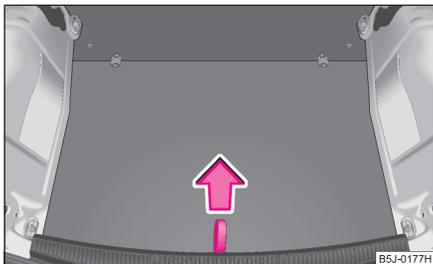
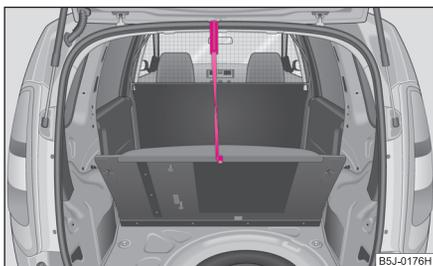

Abb. 198 Schlaufe zur Anhebung des Ladebodens
Abb. 199 Befestigung des Ladebodens mit einem Kunststoffhaken
- Heben Sie den Ladeboden an der Schlaufe an ⇒ **Abb. 198** und befestigen Sie ihn mit dem Kunststoffhaken (dieser befindet sich unter der Ladebodenkante) an der Oberkante des Heckklappen-ausschnitts ⇒ **Abb. 199**. ■